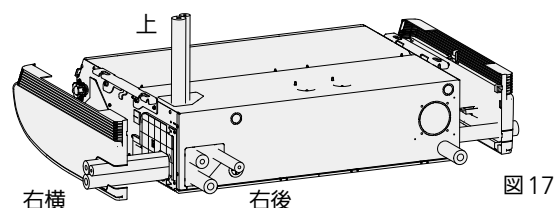

図17
- 冷媒配管の接続部は3方向(右後・右横・上)取り出しが可能です。(図17)